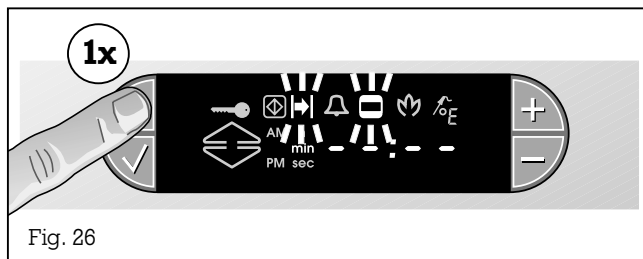

Fig. 26
- Premete una volta il tasto (Orologio). Sul display lampeggiano i simboli (Durata) e (Tempo di cottura), inoltre appaiono dei trattini (significa che non è programmato nessun valore) (Fig. 26).